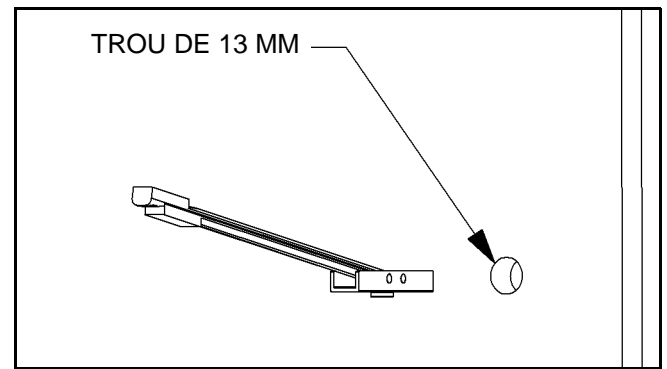

Figure 9.
2. En se servant du support mural de haut-parleur (20) comme gabarit, marquez un repère pour les deux trous d'installation.
3. Percez un trou de 13 mm à l'emplacement souhaité, en prenant soin de vérifier que l'épaisseur du mur est d'au moins 13 mm. Si le mur est fabriqué avec des poteaux métalliques, il est recommandé d'installer l'ancrage à travers le contreplaqué et le poteau métallique (voir la Figure 9).